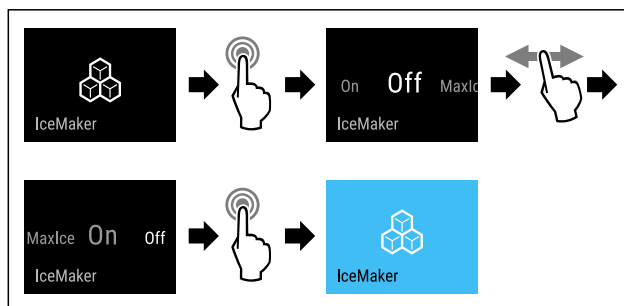

Fig. 16
- ▶ Wykonać czynności (patrz Fig. 16) .